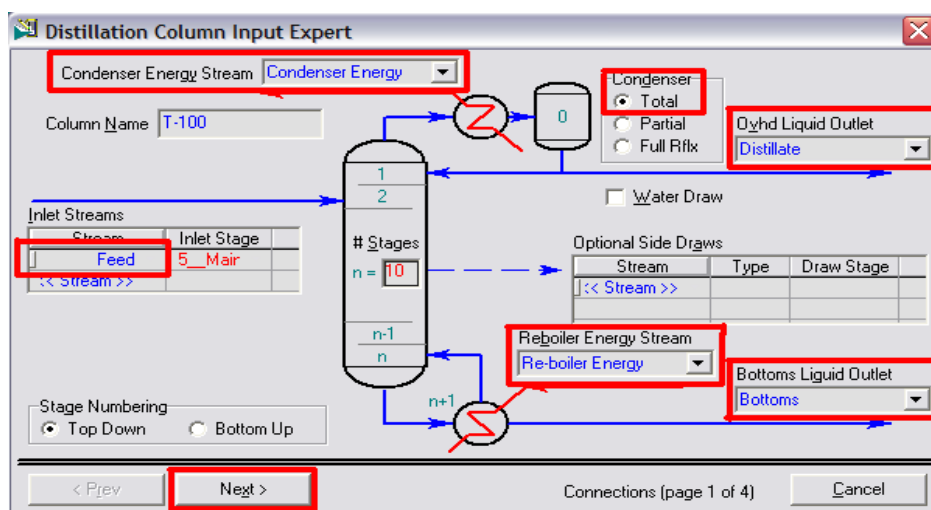

Fig.VII.2
- Double-clique sur la colonne, cela affichera la Fig. VII.2,
- Connecter les courants à la colonne et choisir le type de condenseur (**Total condensor**) comme le montre la Figure VII.2. Cliquer sur **Next**,